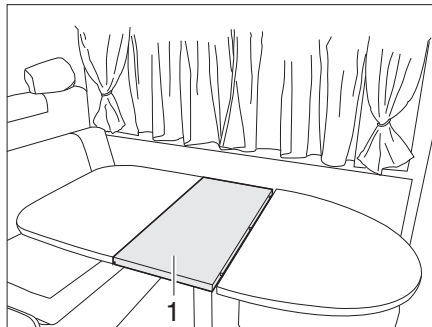

Fig. 80 Agrandir la table fixe
- Mettre la rallonge du plateau de table (Fig. 80,1) en place.
- Retirer la rallonge du plateau de table (Fig. 80,1) et bien la ranger.